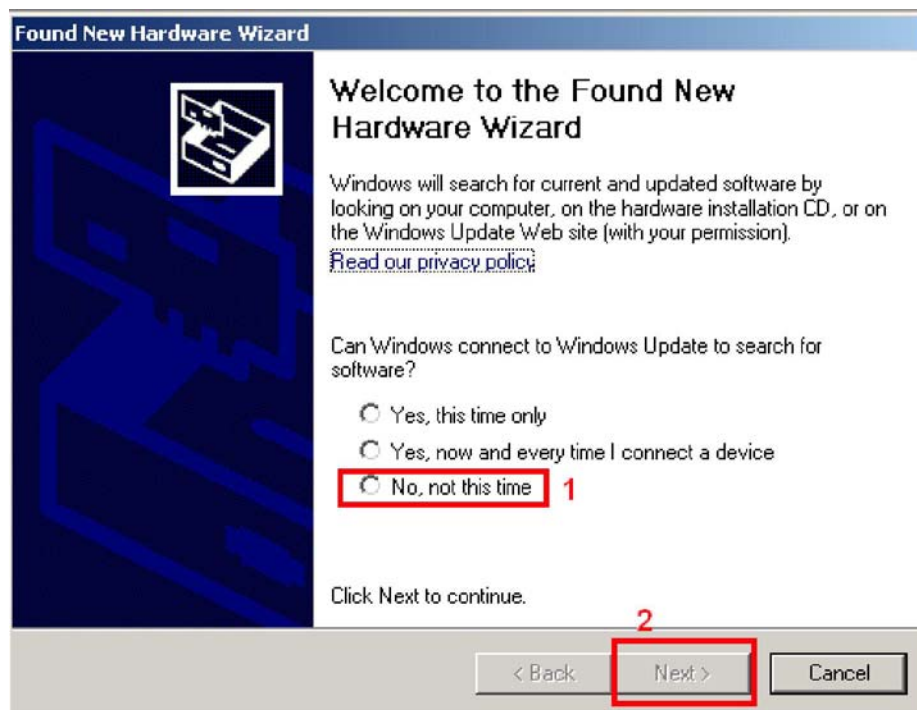

Рис. 1.3.1 Установка драйвера
1. Когда устройство FM-Xxx3 - первый раз подключено к PC, должно появиться уведомление, в котором будет указано, что найдены новые аппаратные средства и появиться окно (Рис. 1.3.1). Выберите „нет, ни в этот раз“ и нажмите кнопку „Next“.